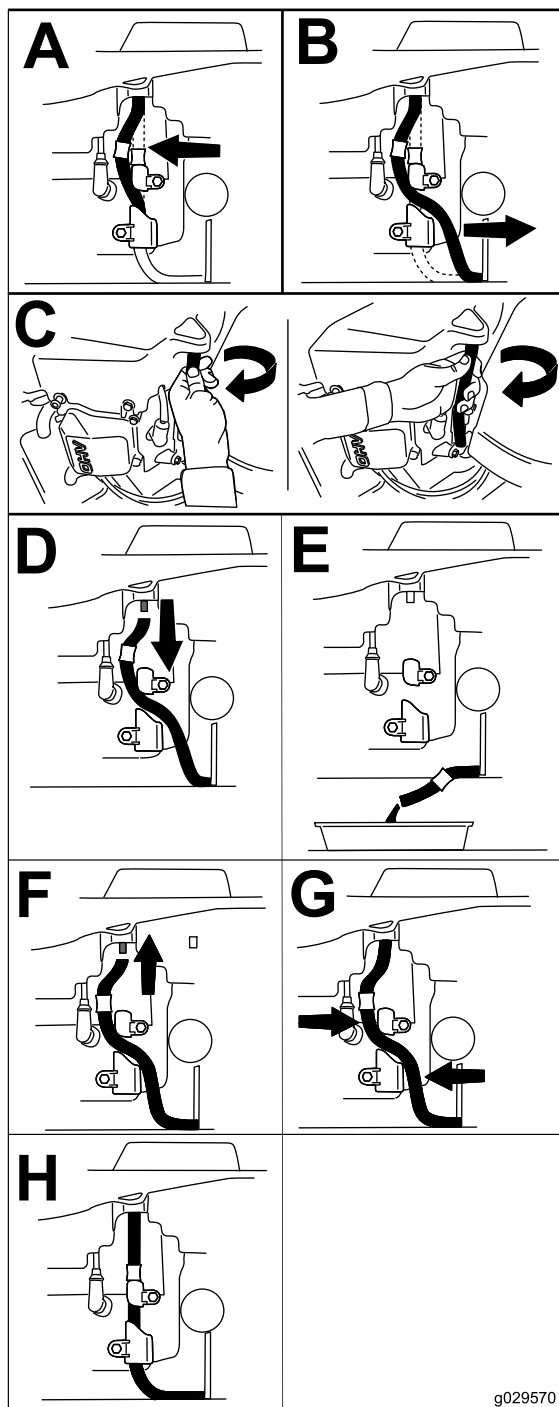

Figura 40
4. Purgue o óleo do motor (Figura 40).